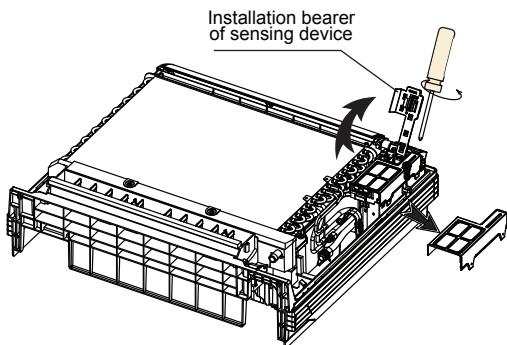

Fig.50-10
- Rotiti manerul senzorului si scoateti capacul casetei electrice. (Scoateti caseta electrica daca aparatul dvs. are o capacitate de 18000BTU/H). Consultati FIG. 50-10